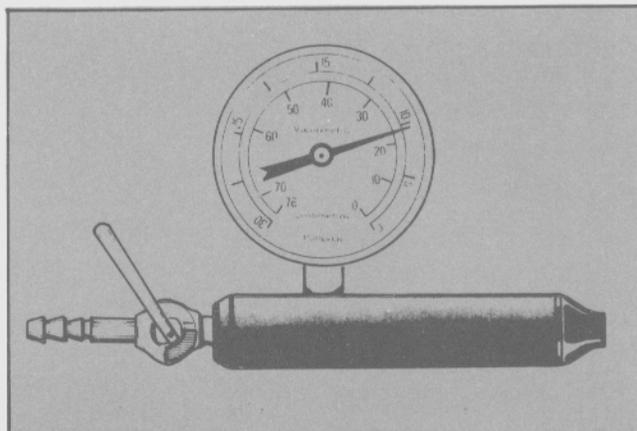

Fig. 22 - Herramienta especial T71A-2005-BAS.
- Introducir el extremo de goma de la herramienta T71A-2005-BAS, en el buje que ha quedado en el servo (Fig. 22).